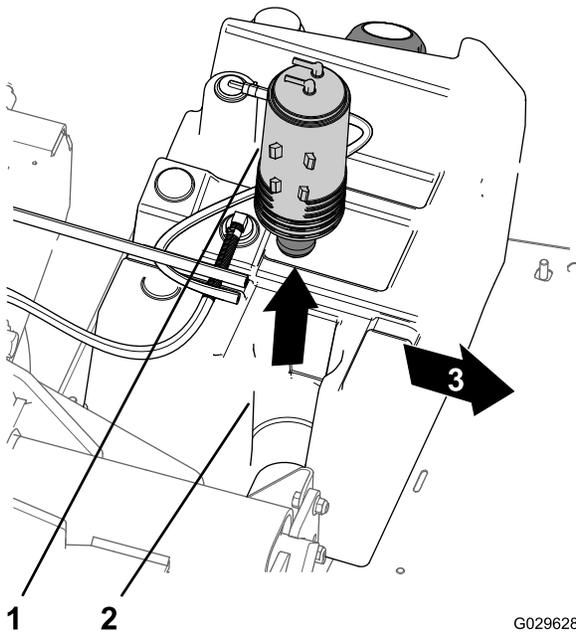

Bild 46
3. Heben Sie den Aktivkohlefilter aus der Aktivkohlefilter-Befestigung im Kraftstofftank (Bild 46).
- Setzen Sie den neuen Aktivkohlefilter in die Aktivkohlefilter-Befestigung des Kraftstofftanks; die Anschlussstücke „Purge“ und „Fuel Tank“ müssen nach hinten ausgerichtet sein (Bild 46).